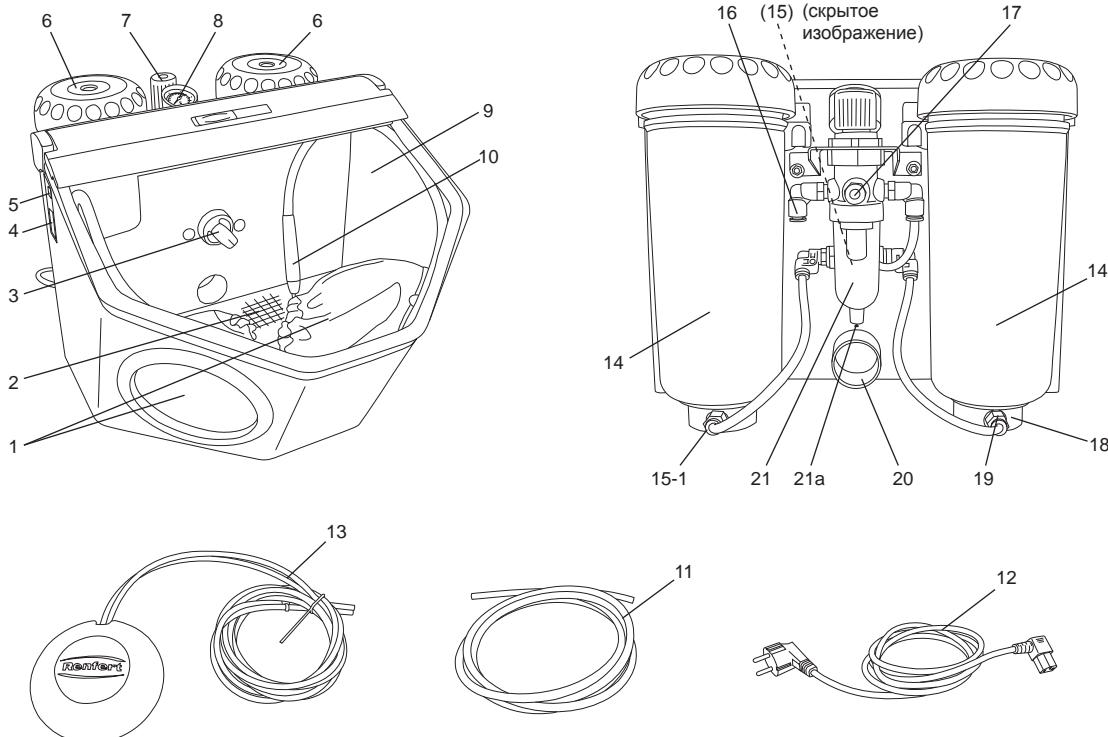

рис. 1
1 бачками: (15-1, рис. 1)
- Включить освещение (5).
- При помощи переключателя (3, рис.1) выбрать бачок (вариант с 2 бачками).
- Нажать педаль (13, рис.1)